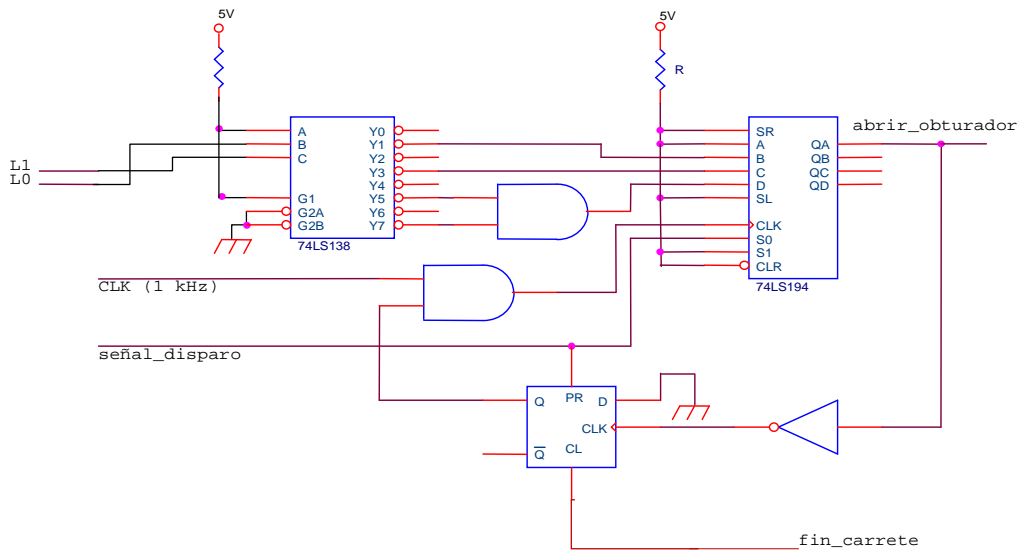

Figura 2.3. Módulo de control del obturador.
4. Para la implementación del módulo de control de obturador se ha utilizado un decodificador (74LS138) y un registro de desplazamiento (74LS194), así como algunas puertas lógicas, según se puede observar en la figura 2.3. El diseño se ha realizado teniendo en cuenta que el tiempo de apertura del obturador dependerá de la luminosidad L (L_1, L_0) según la tabla 2.2.